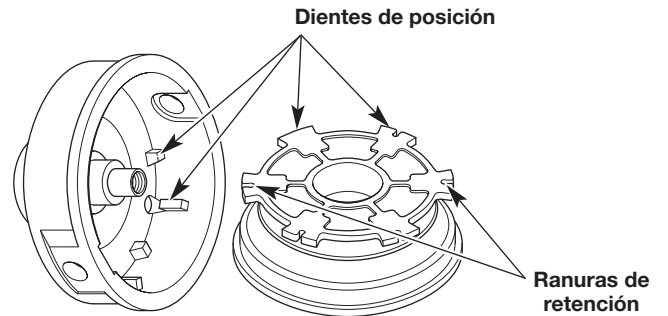

Fig. 12
6. Controle los dientes de posición y las ranuras de retención para detectar si están desgastados (Fig. 12). Si es necesario, elimine las rebabas o reemplace el carrete interior y la bobina exterior.